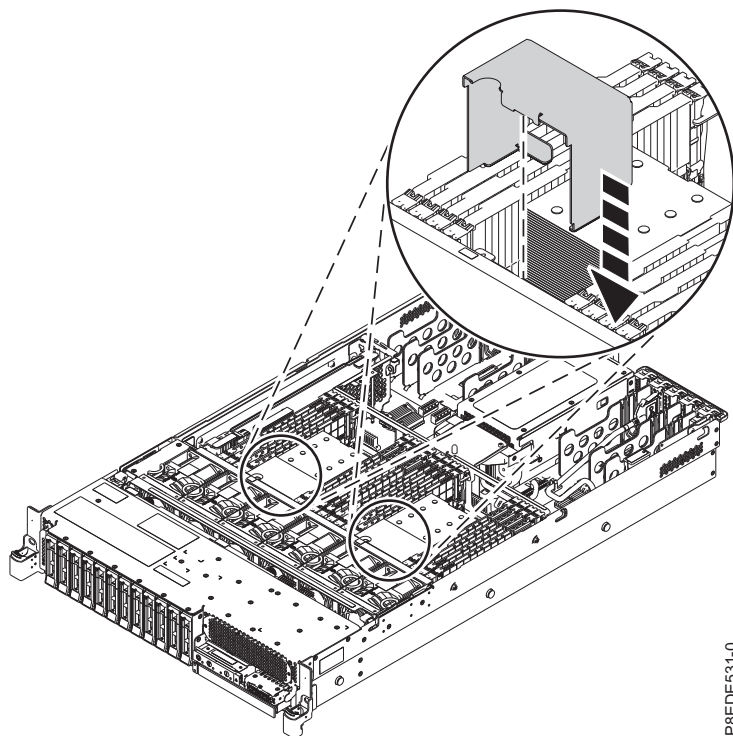

Abbildung 20. Luftführung austauschen
10. Tauschen Sie die Luftführung aus, indem Sie sie nach unten in Position bringen, siehe Abb. 20.